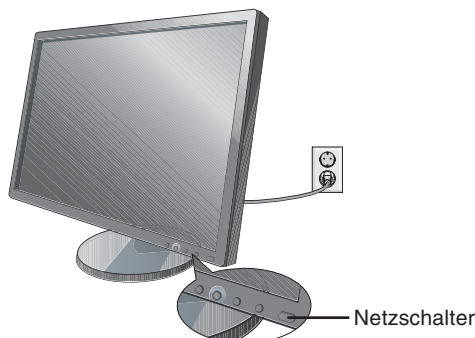

Abbildung C.1
6. Schließen Sie das Netzkabel an die Steckdose an (**Abbildung C.1**).
7. Schalten Sie den Computer und den Monitor mit dem Netzschalter an der Vorderseite (**Abbildung C.1**) ein.